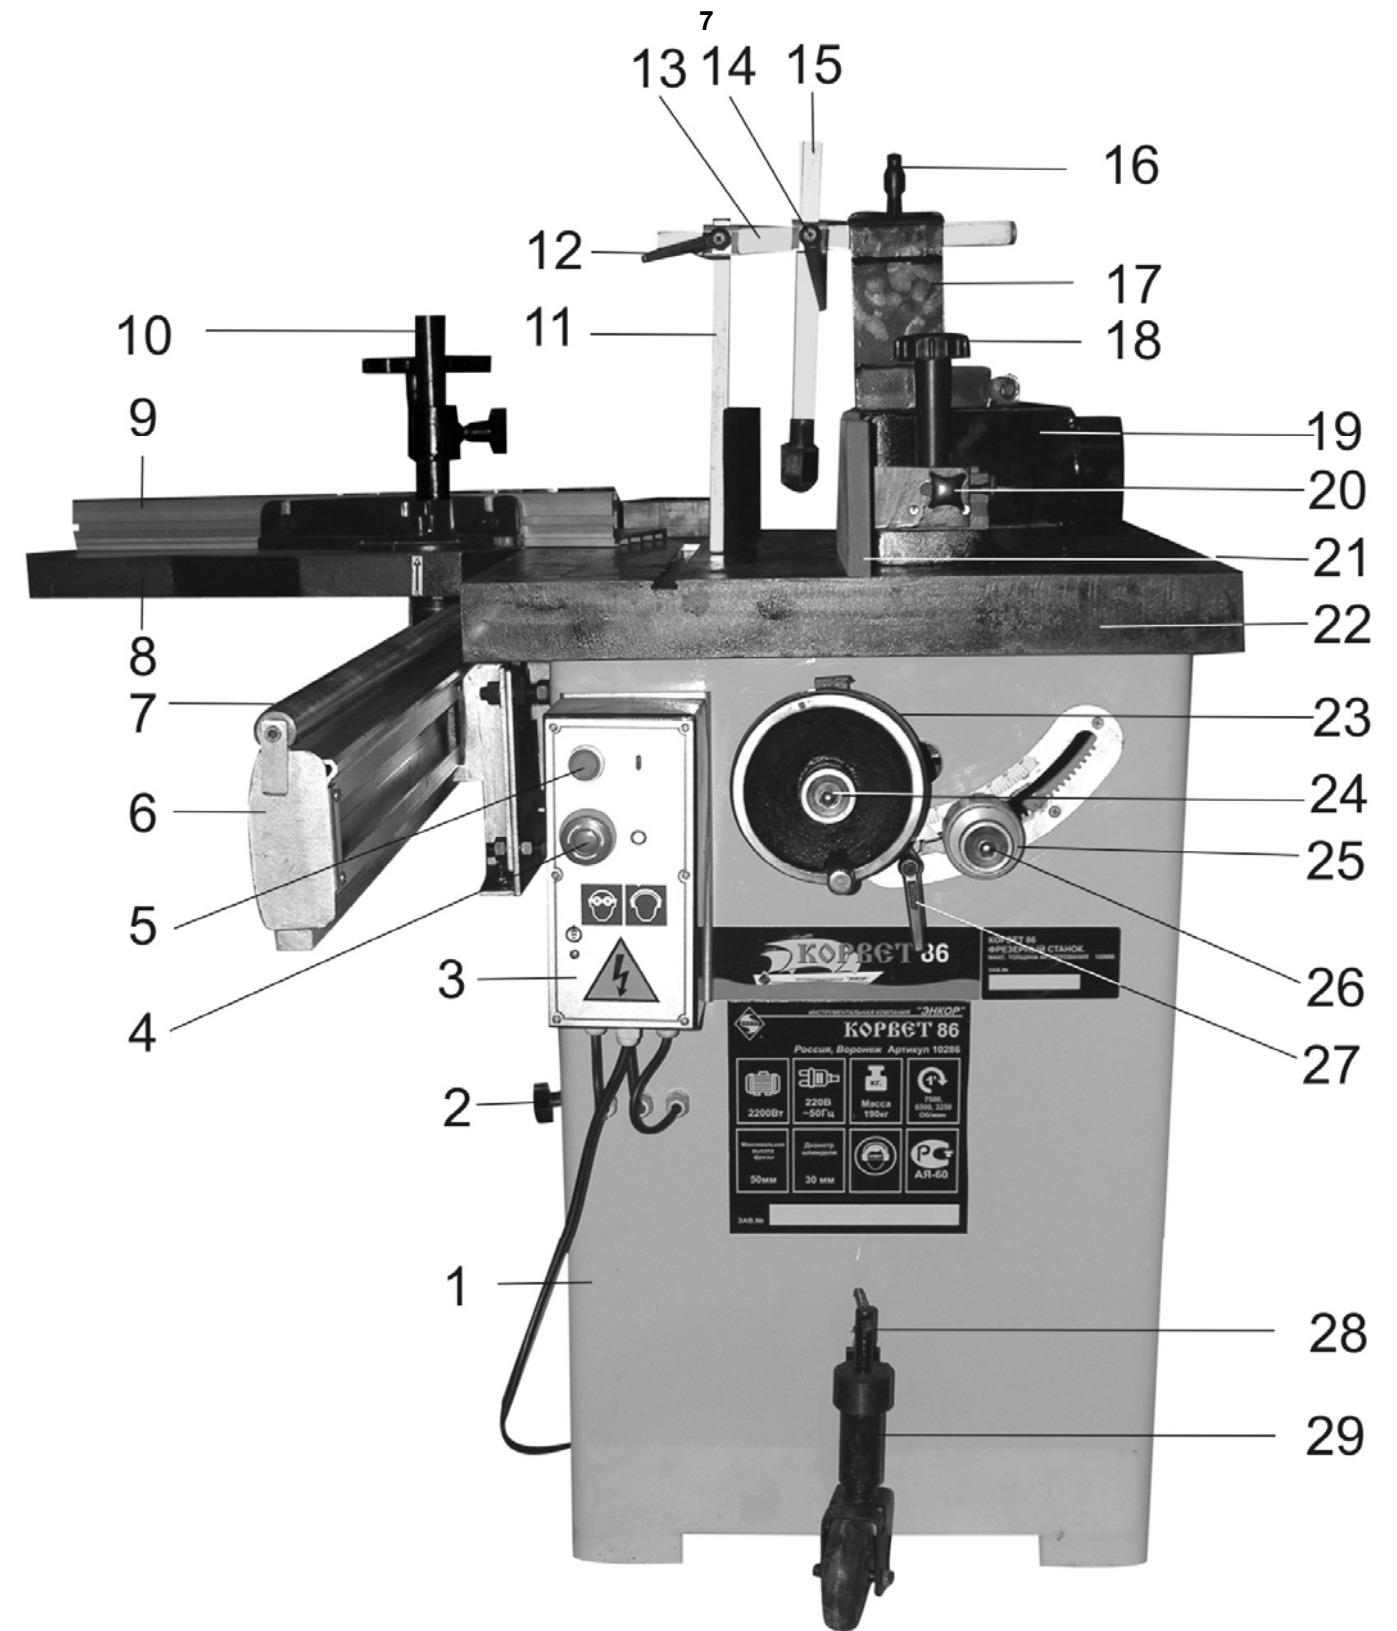

Рис.2
- замкнуть контакты выключателя SQ2, для чего закрыть дверцу основания (1) станка, Рис. 2;
- установить красную кнопку «выкл.» (4) поворотом по часовой стрелке в выдвинутом положении, Рис. 2;
- нажать на зелёную кнопку SB2 (5). На магнитный пускатель KN подаётся напряжение, замыкаются контакты KM, подаётся напряжение на двигатель 1М.
- разомкнуть контакты SB1 нажатием красной кнопки «ВЫКЛ.» (4) Рис. 2;
7.1. Станок состоит из следующих сборочных единиц и деталей (Рис. 2)
8. СБОРКА**8.1. Монтаж и перемещение фрезерного станка (Рис. 2, 3, 4, 5)**
8.2. Установка подвижного стола (Рис. 2, 6)
8.3. Установка фрезерных головок или насадных фрез (Рис. 2, 7, 8)
8.4. Установка и регулировка оборудования для криволинейного фрезерования (Рис. 2, 9, 10, 11)
8.5. Установка и регулировка оборудования для прямолинейного фрезерования (Рис. 2, 12)